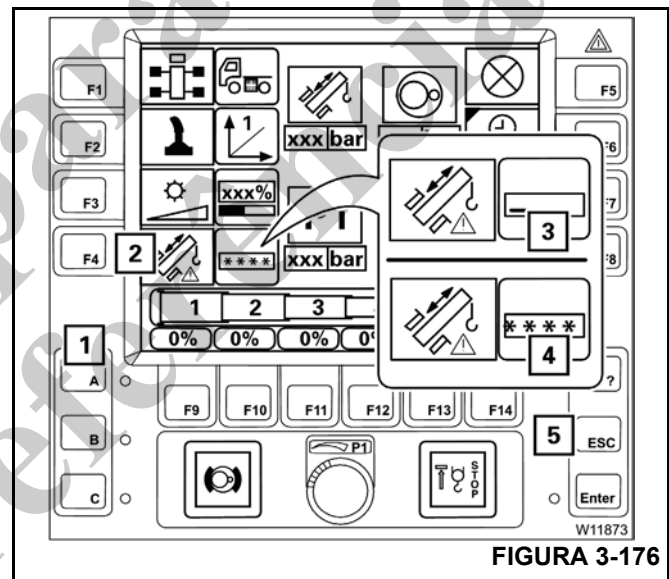

FIGURA 3-176
Consulte Figura 3-176.
2. Além disso, pressione uma vez o botão (2) (Figura 3-176) – o símbolo (3) aparece.